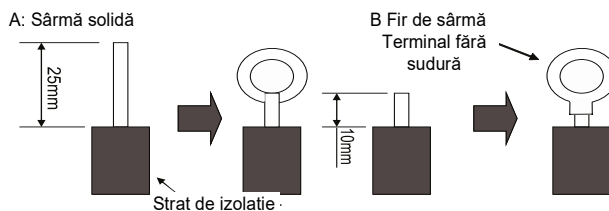

Fig.36
(1). Pentru cablarea miezului solid (Fig.36)